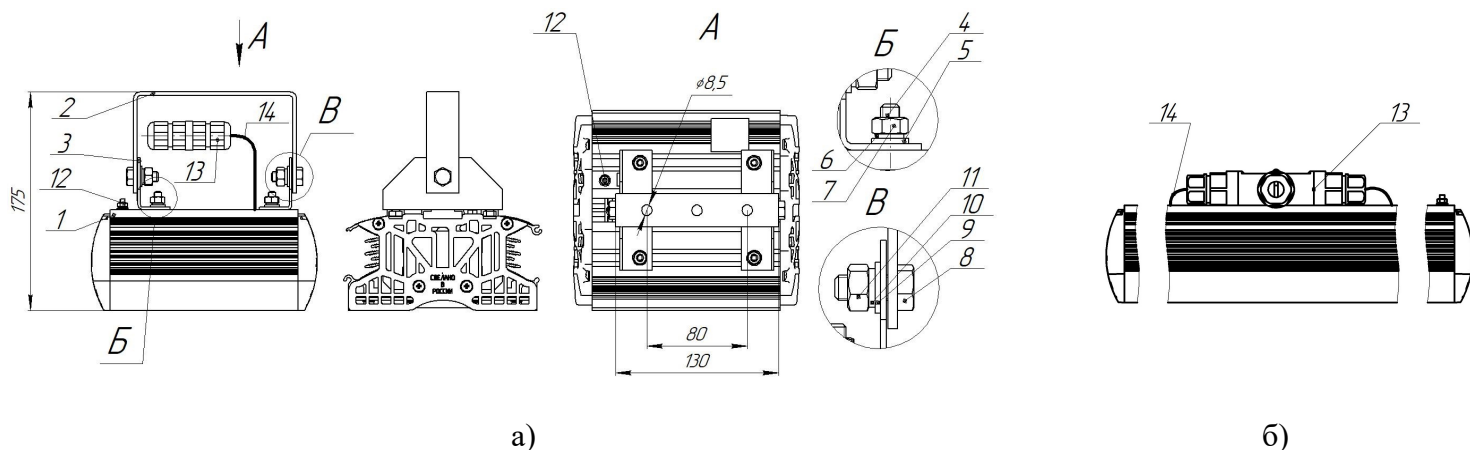
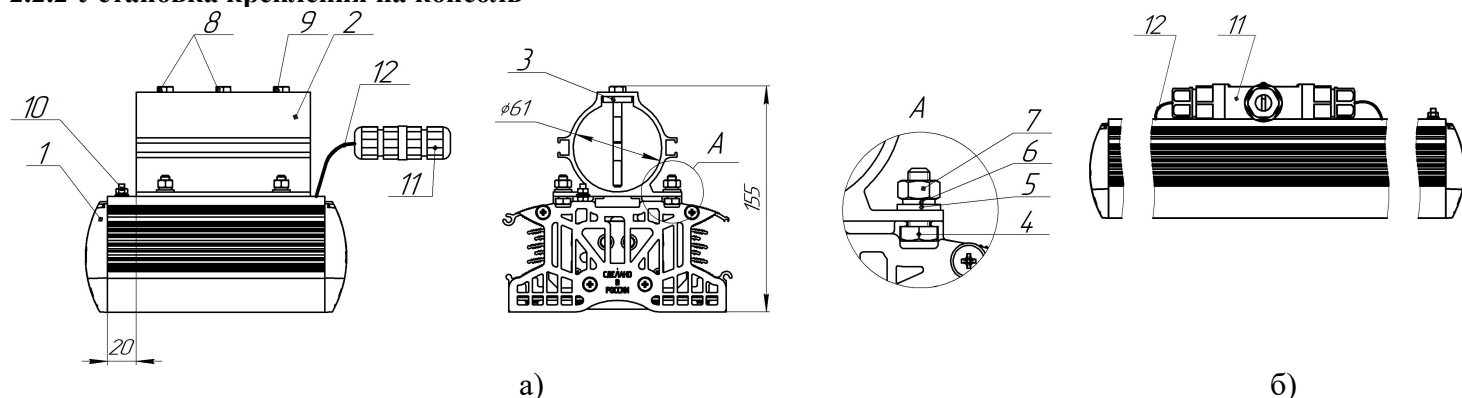
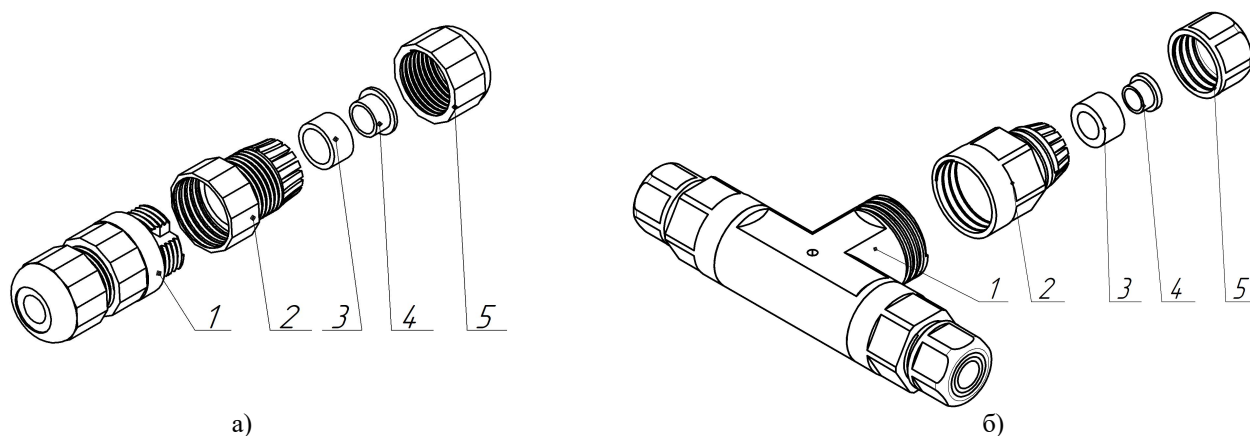

Рисунок 2 - Установка поворотного кронштейна
Рисунок 3 - Установка крепления на консоль
Рисунок 4 – Устройство герморазъёма
а) для светильников Горизонт-1, Горизонт-2, Горизонт-3, Горизонт-4; б) для светильника Горизонт-5 (остальное см. рис. 2, а).
2.2.1.1 Уголки (рисунок 2 поз.3) установить на корпус светильника (рисунок 2 поз.1) с помощью болтов М6х16 (рисунок 2 поз.4), шайб 6 (рисунок 2 поз. 5), шайб пружинных 6 (рисунок 2 поз. 6), гаек М6 (рисунок 2 поз. 7), не затягивая гайки полностью.
2.2.1.2 На уголки (рисунок 2 поз.3) установить скобу (рисунок 2 поз.2) и закрепить с помощью болтов М8х20 (рисунок 2 поз.8), шайб 8 (рисунок 2 поз.9), шайба пружинных 8 (рисунок 2 поз.10), гаек М8 (рисунок 2 поз.11), не затягивая гайки полностью. Установить кронштейн в рабочее положение и затянуть гайки М6 (рисунок 2 поз.7) с моментом 5,9 Н·м. Установить необходимый угол светильника и затянуть гайку М8 (рисунок 2 поз. 11) с моментом 14,4 Н·м.
2.2.2.1 Установите профиль (рисунок 3 поз. 2) на корпус светильника (рисунок 3 поз. 1) при помощи болтов М6х16 (рисунок 3 поз. 4), шайб 6 (рисунок 3 поз. 5), шайб пружинных (рисунок 3 поз. 6), гаек М6 (рисунок 3 поз. 7) на расстоянии 20 мм от края алюминиевой части корпуса со стороны болта заземления. Гайки М6 (рисунок 3 поз. 7) затянуть с моментом 5,9 Н·м.
2.2.2.2 Установите болты М8х35(рисунок 3 поз. 8) и упорный болт М8х65(рисунок 3 поз. 9) в профиль (рисунок 3 поз. 2) при помощи пластины с резьбовыми отверстиями (рисунок 3 поз.3).
2.2.2.3 Затяните упорный болт (рисунок 3 поз. 9).
2.2.2.4 Установите светильник на консоль до упора в болт (рисунок 3 поз.9).
2.2.2.5 Затяните два болта фиксирующие светильник (рисунок 3 поз.8) с моментом 14,4 Н·м.
а) для светильников Горизонт-1, Горизонт-2, Горизонт-3, Горизонт-4; б) для светильника Горизонт-5(остальное см. рис. 2, а).
2.2.3.1 Проверьте сетевой кабель (рисунок 2 поз.14, рисунок 3 поз. 12) – если внешний гибкий кабель светильника окажется поврежден дальнейший монтаж светильника производить ЗАПРЕЩАЕТСЯ, необходимо обратиться к изготовителю (см. разделы 5 и 6).
2.2.3.2 У герморазъёма (рисунок 2 поз. 13, рисунок 3 поз. 11) ослабить свободную от провода зажимную гайку (рисунок 4 поз.5) и открутить крышку коннектора (рисунок 4 поз. 2). Продеть подключаемый кабель через гайку зажимную (рисунок 4 поз.5) и крышку коннектора (рисунок 4 поз. 2).*** Отжать рычаги клем (либо ослабить винты контактов с обозначением «2», «3» и «4»****. Вставить «фазовый» провод в гнездо контакта с обозначением «L» («2»****), «нулевой» провод в гнездо контакта с обозначением «N» («3»****), «заземляющий» - в гнездо контакта с обозначением « \perp » («4»****). Вернуть рычаги в исходное положение (либо затянуть винты контактов до полного затягивания)****, проверить надежность фиксации проводов подергиванием кабеля. К контактной группе (рисунок 4 поз.1) прикрутить крышку коннектора (рисунок 4 поз. 2). Зажимную гайку (рисунок 4 поз. 5) закрутить до плотного обжатия провода.
*** Примечание: при подключении кабелем диаметром от 9 до 11 мм полностью открутить зажимную гайку (рисунок 4 поз. 5) из крышки коннектора (рисунок 4 поз. 2) извлечь уплотнительное кольцо (рисунок 4 поз. 3), из которого извлечь малое уплотнительное кольцо (рисунок 4 поз. 4). Установить уплотнительное кольцо (рисунок 4 поз. 3) обратно в крышку коннектора (рисунок 4 поз.2). Продеть подключаемый кабель через гайку зажимную (рисунок 4 поз.5) и крышку коннектора (рисунок 4 поз. 2).
2.2.3.3 Подключите провод внешнего заземления к винту (рисунок 2 поз.12, рисунок 3 поз.10), расположенному на корпусе светильника и имеющему маркировку « \perp ».